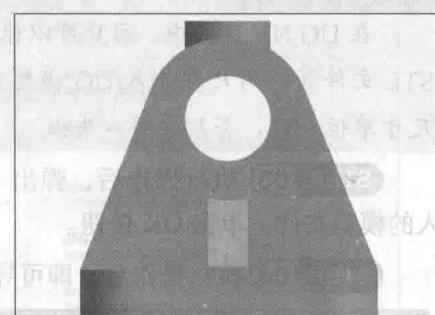

图 1-31 素材模型
STEP 03 执行操作后，即可打开一幅模型文件，效果如图 1-31 所示。